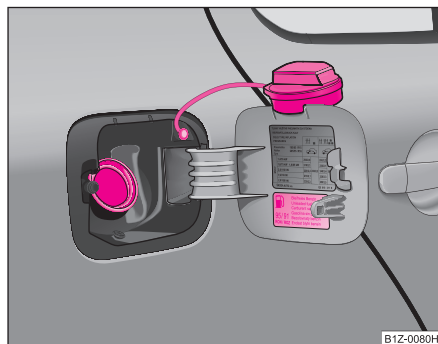

Fig. 183 Tapa del depósito con el tapón desenroscado
Hay diferentes clases de gasolina. Lea el cuaderno "Datos Técnicos" para saber qué tipo de gasolina necesita su vehículo. Puede encontrar la misma información también en su vehículo, en el lado interior de la tapa del depósito de combustible ⇒ página 249, fig. 183.
- Desenroscar hacia la izquierda el tapón de cierre del depósito y colocarlo por arriba en la tapa del depósito ⇒ fig. 183.